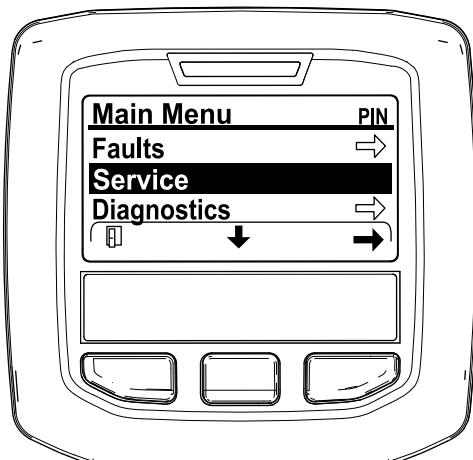

Bild 43
2. Navigieren Sie auf das HAUPTMENÜ, drücken Sie die mittlere Taste, um auf das Menü SERVICE zu navigieren; drücken Sie die rechte Taste, um die Option SERVICE auszuwählen (Bild 43).